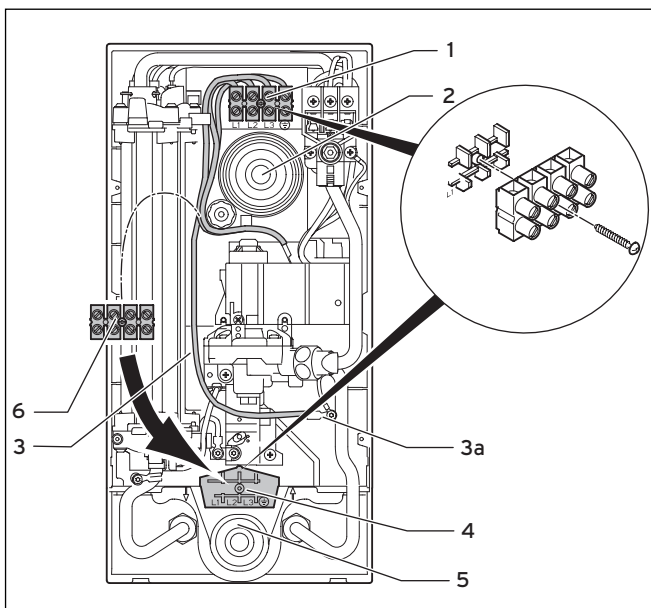

Abb. 4.10 Elektrischer Anschluss oben oder unten
- Schließen Sie die einzelnen Adern an L1, L2, L3 und den Schutzleiter der Netzanschlussklemme (1 in Abb. 4.10) an.
- Verlegen Sie die Netzanschlussklemme (6) inklusive der internen Kabel an die untere Position (4) im Gerät.
- Schrauben Sie die Netzanschlussklemme an der unteren Position (4) fest.
- Achten Sie besonders auf den internen Schutzleiter (3), der an der Position 3a verschraubt ist.
- Schrauben Sie die Netzanschlussklemme (1) ab (siehe Abb. 4.10).